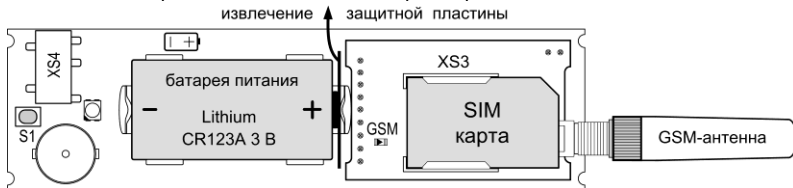

Рис.6 Установка SIM-карты, извлечение защитной пластины, подключение внешней GSM-антенны (только для варианта 2)
2. Убедитесь, что SIM-карта установлена в соответствии с рис.6, либо установите SIM-карту в держатель на плате GSM-модуля: контактами к держателю, срезом – как показано на рис.6.
3. Включите питание сигнализатора – извлеките защитную пластину из контакта батареи питания (см. рис.6) или установите батарею питания, соблюдая полярность (если она была извлечена). После включения питания световой индикатор сигнализатора засветится красным. Светодиод «GSM» будет светиться в течение 3-х секунд и начнёт часто мигать – производится поиск сети и регистрация в сети GSM.
1. Сигнализатор должен находиться в режиме «Охраны». Откройте крышку сигнализатора (У варианта 2 перед снятием крышки отключите внешнюю GSM-антенну – антенна откручивается вращением против «часовой стрелки». После снятия крышки – подключите антенну, антенна прикручивается к SMA-разъёму вращением по «часовой стрелке»). Убедитесь, что SIM-карта установлена в соответствии с рис.6.